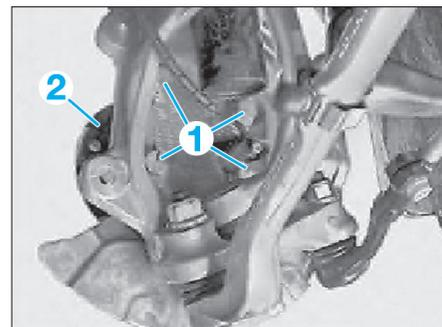

Fig. 37
- les vis (1) (Fig.37).
- Chasser le moyeu (2) du pivot avec un outil approprié et le déposer.